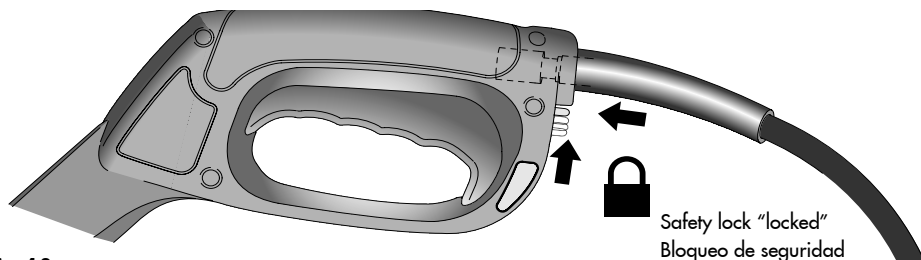

Fig. 13
- Connect high pressure hose to the gun and then lock hose safety device. (Fig. 13)
- Conectar la manguera de alta presión a la pistola y a continuación cerrar el dispositivo de la manguera de seguridad. (Fig.13)